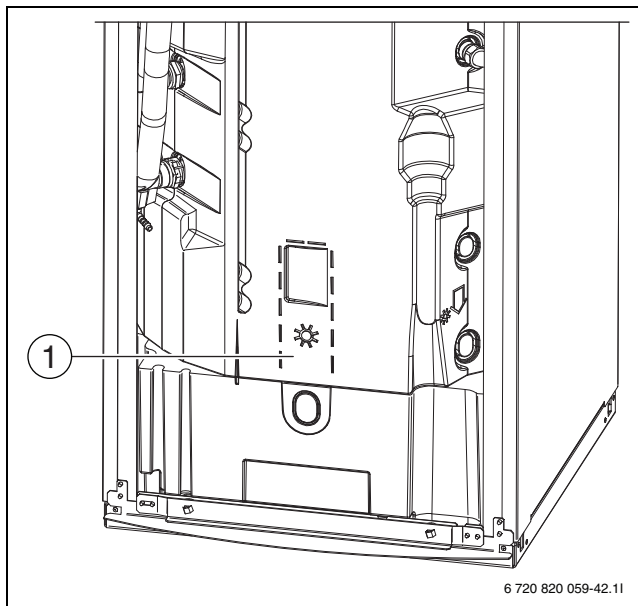

Fig. 23 Plassering av temperaturføler TW1 og eventuell TS2
- Kutt opp isolasjonen ved solarsymbolet (→ fig. 23, [1]). Påse at kabelen til temperaturføleren TW1 ikke blir skadet!